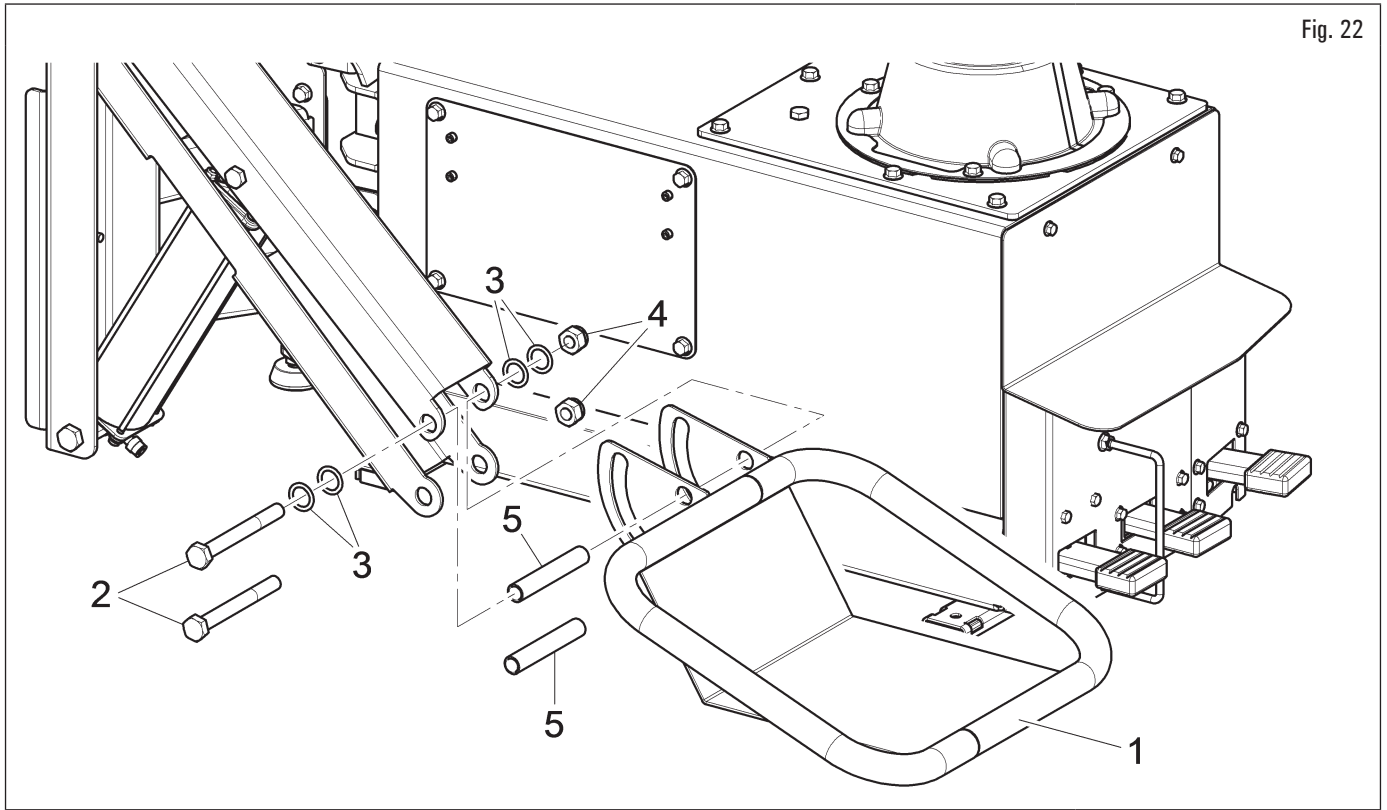

Fig. 22
1. Fixer le support roue (Fig. 22 réf. 1) au châssis du démonte-pneus en utilisant les vis (Fig. 22 réf. 2), les rondelles (Fig. 22 réf. 3), les écrous (Fig. 22 réf. 4) et des tuyaux (Fig. 22 réf. 5), fournis.